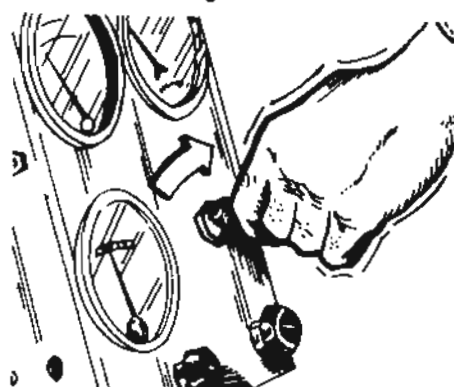

Fig. 5
- f Introduzca la llave y accione el interruptor de arranque (fig. 5).